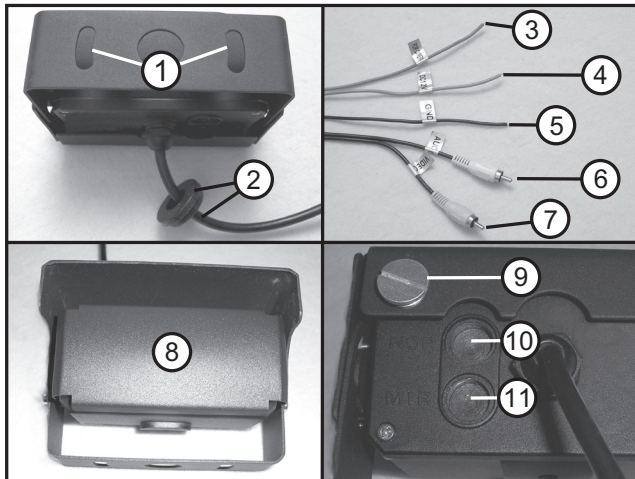

Bild 2
- Setzen Sie die Kamera an der ausgesuchten Montagestelle mit dem Befestigungsbügel (Bild 1, Pos. 4) auf und markieren Sie mittig an den beiden Schlitz des Montagebügels (Bild 2, Pos 1) die Befestigungslöcher am Montageort. Bohren Sie passend zu den verwendeten Schrauben mit einem entsprechenden Bohrer die Befestigungslöcher.
- Prüfen Sie, ob bei Ihrem Fahrzeug bereits eine geeignete Öffnung vorhanden ist bzw. genutzt werden kann, um das Anschlusskabel mit 5-poligem Stecker der Kamera (Bild 2, Pos. 2) in das Fahrzeuginnere zu leiten. Andernfalls müssen Sie an geeigneter Stelle eine entsprechende Bohrung ausführen. Um die am Kabel der Kamera angebrachte Kabeldichtung (Bild 2, Pos. 2) korrekt einsetzen zu können, muss das Bohrloch einen Durchmesser von ca. 20 mm haben.
- Schließen Sie nun die Stromversorgung der Kamera an. Hierzu verbinden Sie das schwarze Kabel („GND“, Bild 2, Pos. 5, ca. 3,5 Meter lang) mit der Fahrzeugmasse (Minus, z.B. beim Rückfahrcheinwerfer) und das rote Kabel („DC 12V“, Bild 2, Pos. 4, ca. 10 Meter lang) mit einer 12V-Plusleitung, die nur bei eingeschalteter Zündung spannungsführend ist (z.B. unter dem Instrumententafel). Das pinkle Kabel („For Camera“, Bild 2, Pos. 3, ca. 3,5 Meter lang) schließen Sie an ein Kabel an, dass bei eingelegetem Rückwärtsgang die Rückfahrcheinwerfer mit dem Pluspol der Batterie verbindet (z.B. bei dem Rückfahrcheinwerfer).
- Den Audioausgang (Bild 2, Pos. 6, weißer Stecker) und den Videoausgang (Bild 2, Pos. 7, gelber Stecker) schließen Sie an den Monitor an, den Sie für die Kennzeichenkamera vorgesehen haben. Ein passendes Verlängerungskabel gehört nicht zum Lieferumfang und muss in gewünschter Länge gesondert erworben werden.
- Führen Sie einen Probelauf gemäß dem nachfolgenden Punkt „Funktionsweise der Kennzeichenkamera“ durch. Prüfen Sie vor einer endgültigen Montage der Kamera die Funktionsweise der Kamera. Legen Sie fest, ob Sie das Bildsignal links/rechts spiegeln wollen. Das Videosignal können Sie durch das Umsetzen der Magnetschraube (Bild 2, Pos. 9) von „NOR“ (Bild 2, Pos. 10) auf „MIR“ (Bild 2, Pos. 11) spiegeln.
Durch die in der Kamera integrierten Infrarot-LED's (Bild 1, Pos. 3) wird bei Dunkelheit der rückwärtige Raum erhellt und erleichtert das Erkennen von Hindernissen. Die Infrarot-LED's werden durch den eingebauten Lichtsensor (Bild 1, Pos. 6) automatisch eingeschaltet. Wird wieder auf den Vorwärtsgang gewechselt, schließt die Kameraschutzblende (Shutter) wieder (Bild 2, Pos. 8) und schützt somit die Kamera vor äußeren Einflüssen.